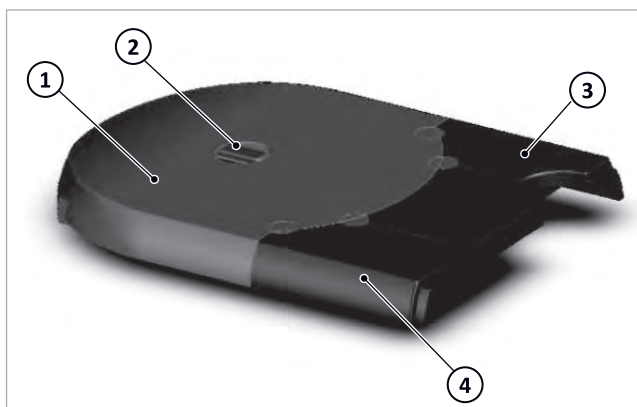

Fig. 63: Isolamento superiore SolvisBen
1. Gli isolamenti superiori della WWS ➔ fig. 63 (4) e HKS ➔ fig. 63 (3) devono essere montati inserendoli dall'alto.
2. Prendere l'isolamento del contenitore ➔ fig. 63 (1) e rimuovere delicatamente con un coltello affilato i quattro espansi della WWS (5) facendo leva sulle scanalature (6).
3. **Solo con HKS integrata:** Rimuovere i tappi della HKS (7) facendo leva lungo le scanalature (8).
4. Posizionare l'isolamento del contenitore ➔ Fig. 63 (1) sopra al contenitore.
- laterali a sinistra e a destra (1)
- centrale posteriore (2)
- centrale anteriore (3)
6. Posizionare l'isolamento superiore della HKS → fig. 63 (3).
7. Per ridurre al minimo le perdite di calore, montare l'isolamento della tubazione (1) insieme all'isolamento superiore.
1. Posizionare l'isolamento superiore assemblato → Fig. 63 (1+2+3+4) completo sul contenitore.